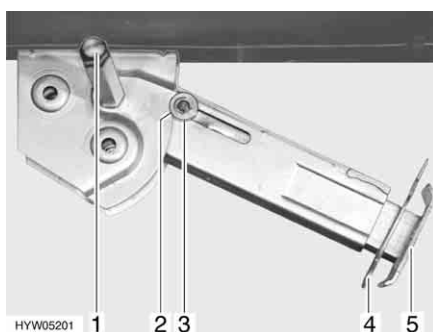

Fig. 32 Piedino di stazionamento
- Inserire la chiave a tubo nell'esagonale (Fig. 32,1) e ruotare fino a quando il piedino di stazionamento non si trova in posizione verticale verso il basso.
- Estrarre la copiglia (Fig. 32,4) dal prolungamento dell'estremità del piedino (Fig. 32,5).
- Inserire la chiave a tubo nell'esagonale (Fig. 32,1) e ruotare fino a quando il piedino di stazionamento non si stacca dal terreno.
- Spingere completamente all'interno il prolungamento dell'estremità del piedino (Fig. 32,5) e inserire la copiglia (Fig. 32,4) nel foro apposito.
- Ruotare la chiave a tubo nell'esagonale (Fig. 32,1), fino a quando il piedino di stazionamento non è sollevato verso l'alto e la guida (Fig. 32,3) è rientrata totalmente nell'intaglio (Fig. 32,2).